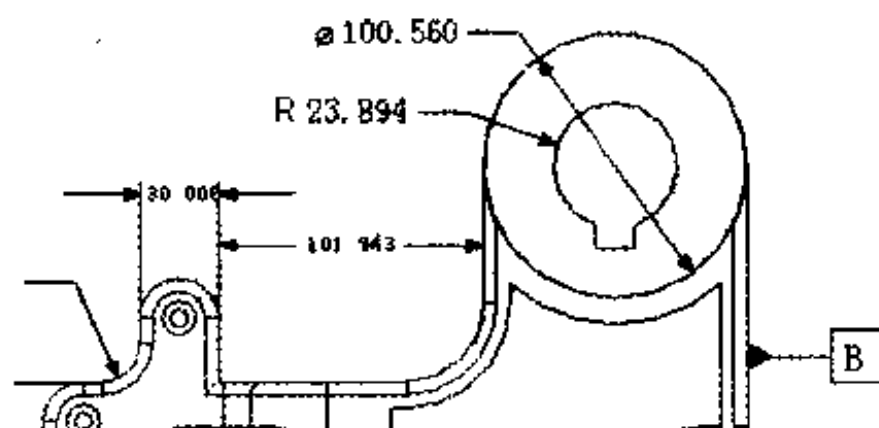

图 2.71 利用【智能标注】添加直径尺寸
- (8) 使用【智能标注】工具来添加如图 2.71 所示的直径尺寸。单击一个圆时，可以自动测出直径尺寸。